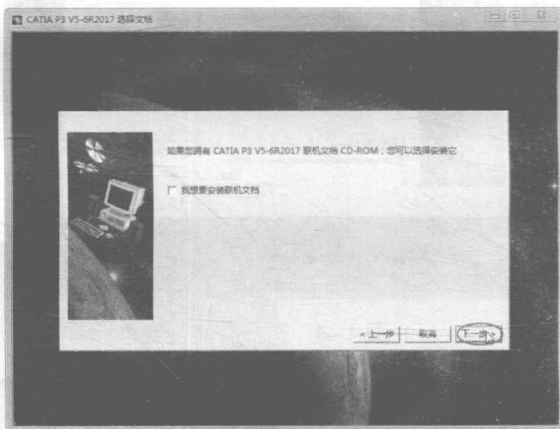

图 1-11 选择是否安装联机文档
- 10 单击【下一步】按钮，选择是否安装联机文档，如图 1-11 所示。